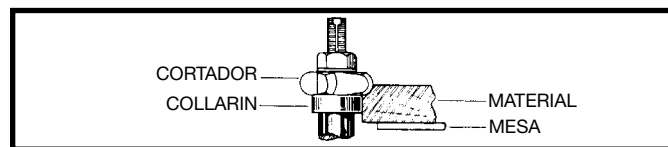

Fig. 43
2. Cuando se utiliza el collarín debajo del cortador, como lo muestra la Fig. 43, el progreso de un corte puede observarse en todo momento. Sin embargo, cualquier elevación accidental del material mellará la madera y arruinará el material.